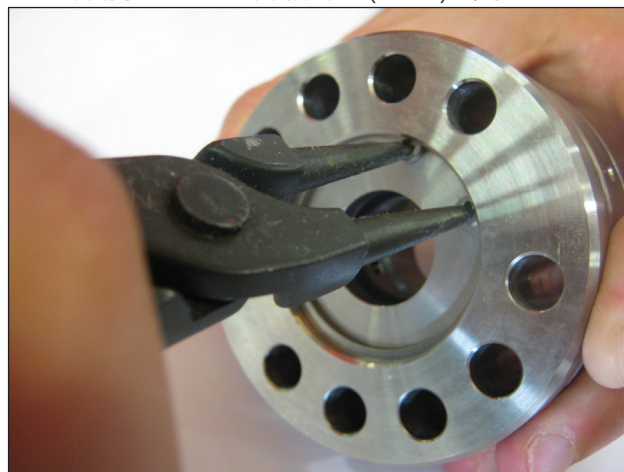
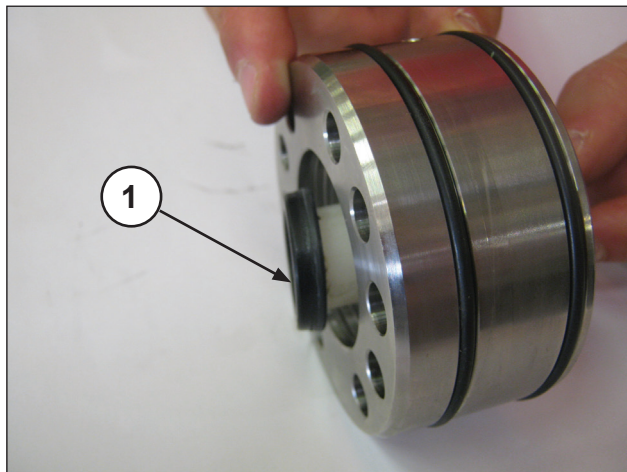

图 126
图 127
- 按照图 126所示拆卸开口环和密封圈止动环，并通过专用塑料销子如图 127所示抽出LP (低压) 密封圈①。